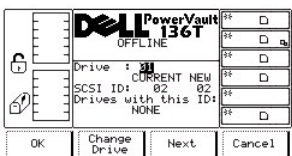

Figure 70. Setup > Drives > Dialogue SCSI
Lorsque SCSI est sélectionné, le dialogue SCSI s'affiche. Reportez-vous à la Figure 70. Cette option permet à l'utilisateur de paramétrer l'ID SCSI du lecteur.
Reportez-vous au tableau sous la Figure 70.
- 1 Si la touche de fonction **Next** est enfoncée, le champ Drive devient le champ actif. Reportez-vous à la Figure 70.